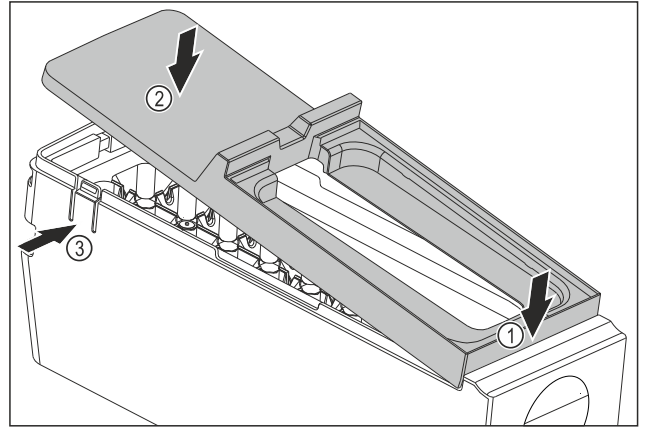

Fig. 186
- ▶ EasyTwist-Ice-rungon kannen asennus: Aseta kansi eteen. Fig. 186 (1)
- ▶ Laske kansi taakse. Fig. 186 (2)
- ▷ Kansi lukittuu kuuluvasti molempiin kielekkeisiin Fig. 186 (3).